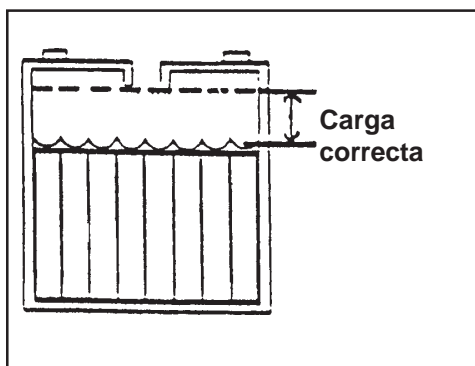

Figura 5A
1. Mantenga el electrolito al nivel correcto. El nivel correcto se encuentra entre 1/4" (1/2 cm) por debajo del fondo del tubo en cada elemento y por encima de las partes superiores de las placas. Verifique el nivel del electrolito cada vez que cargue las baterías (consulte la figura 5A).